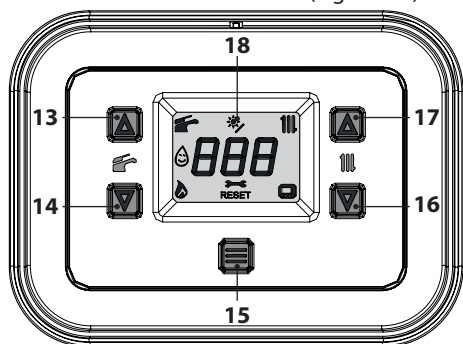
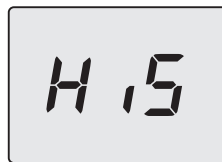

Figura 7.8
Figura 7.9
- Entrare in "modalità programmazione" premendo contemporaneamente per 5 secondi i tasti 14 e 16 (Figura 7.8) fino a far apparire sul display LCD le lettere **HiS** che indicano il menu "Storico delle caldaia" (Figura 7.9).
- Premere il tasto 15 (Figura 7.8) fino a far apparire sul display LCD le lettere **StF** (Start Full) (Figura 7.11).
- tenere premuti contemporaneamente i tasti 14 e 16 per 1 sec. (Figura 7.8) (ritorno al livel-